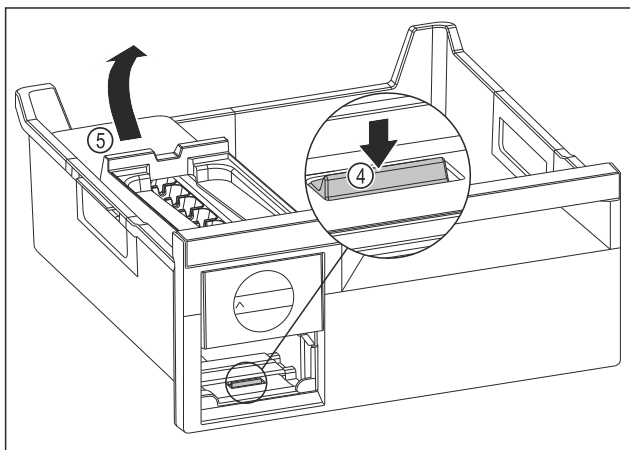

Fig. 172
- Вийняти корпус EasyTwist-Ice: натиснути накладку Fig. 172 (4) пальцем вниз і одночасно підняти корпус EasyTwist-Ice Fig. 172 (5) ззаду іншою рукою.